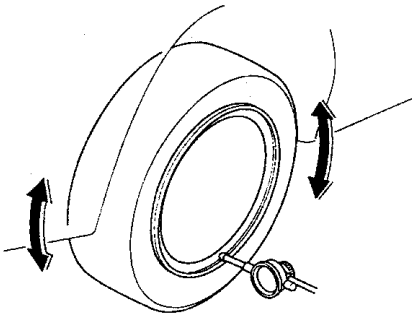

图 6-10 检查前后车轮径向振摆
4) 如图 6-10 所示，放置百分表，测量径向振摆。前后车轮径向振摆标准值：